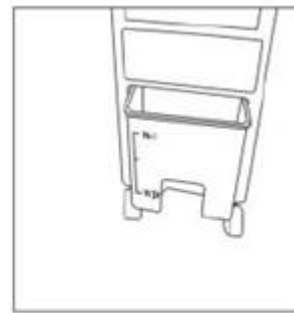

fig.3
- el agua debe estar entre el nivel MAX y MIN (Fig. 3)